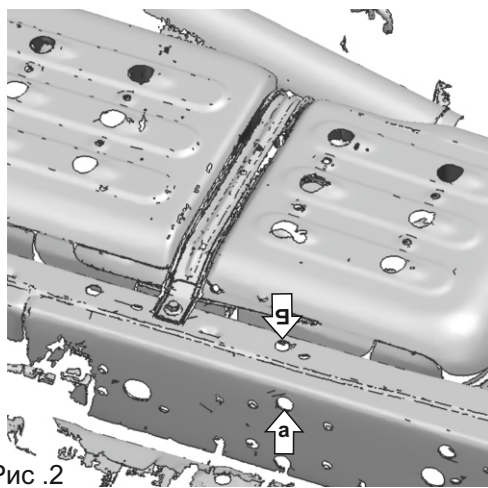

Рис. 2
2. Через позицию (а) установить гайку закладную в позицию (Б) (рис.2).